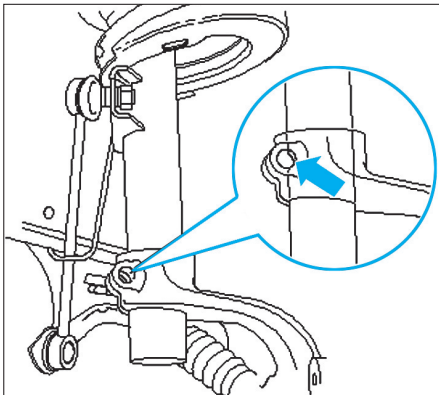

Fig. 8
- Enfiler le pivot sur l'élément de suspension jusqu'à ce que l'encoche (flèche) coïncide avec l'alésage (Fig.8).